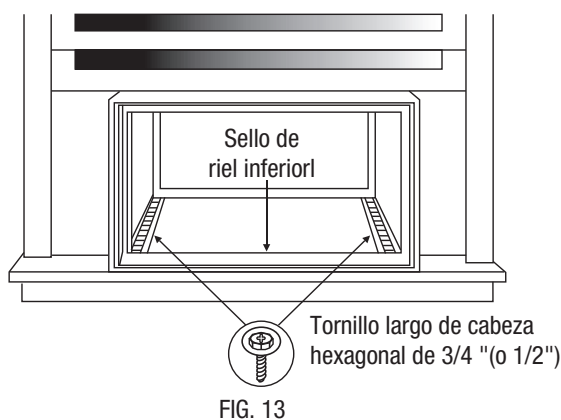

FIG. 13
5. Agregue el sello del riel inferior sobre el tornillo al umbral de la ventana. (Consulte la Fig. 13 en la página siguiente).